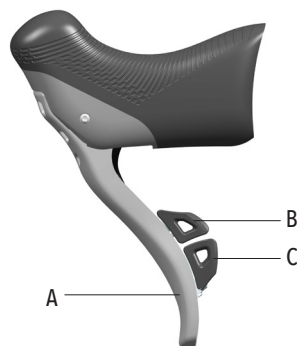

Abb.7
- A - Bremshebel (Abb.7)
- B - Oberer Hebel (Abb.7)
- C - Unterer Hebel (Abb.7)
Die Betätigung des Hebels A (Abb.7) bestimmt die Funktion der Bremse: Überprüfen Sie, durch Betätigen jedes Schaltgriffs auf welches Rad dieser wirkt.